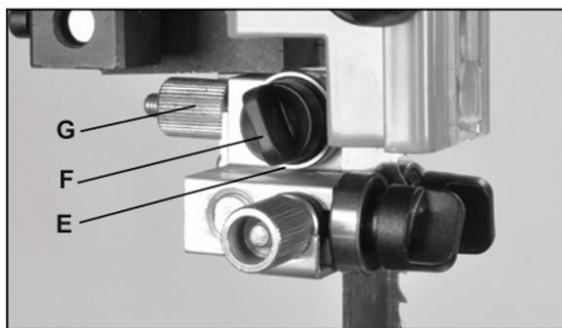

Рис. 24
4. Отрегулируйте направляющую заднего подшипника (Е, рис. 24) так, чтобы она находилась на достаточном расстоянии от задней части пильного полотна. Ослабьте фиксатор задней направляющей (F, рис. 24) и переместите заднюю направляющую к полотну, повернув заднюю ручку микрорегулировки с накаткой (G, рис. 24), которая нажимает на конец длинного стержня направляющей. После правильной регулировки зафиксируйте направляющую на месте, затянув фиксирующую ручку.